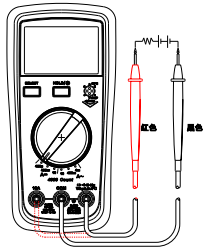

图6
8. 直流电流测量(见附图6)
9. 交流电流测量(见附图6)